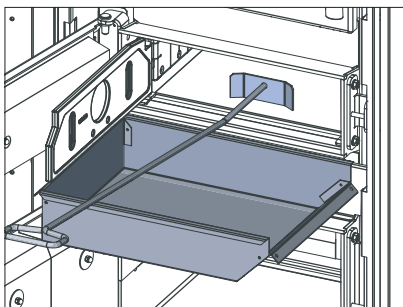

Fig. 58 Aschelade einhängen, Asche entfernen
- ▶ Aschelade auf Höhe der Anzündtür (mittlere Tür) in das vorgesehene Einhängeblech einhängen – Fig. 58. Anzündtür und Stehrost öffnen und einen Großteil der Restasche aus dem Füllraum in die Aschelade kehren.